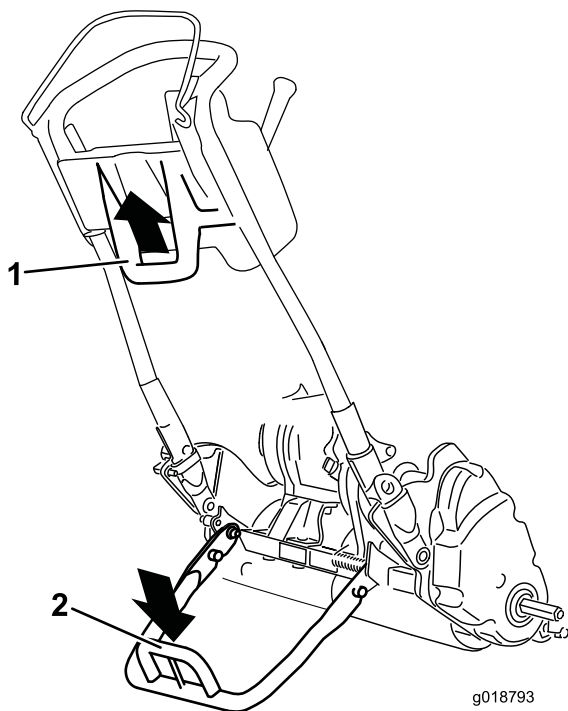

Bild 26
- Wenn Sie den Ständer zur Montage der Transporträder verwenden möchten, senken Sie ihn auf den Boden ab, treten auf die Ständerschleife und ziehen den unteren mittleren Maschinengriff gleichzeitig nach oben und hinten (Bild 26).